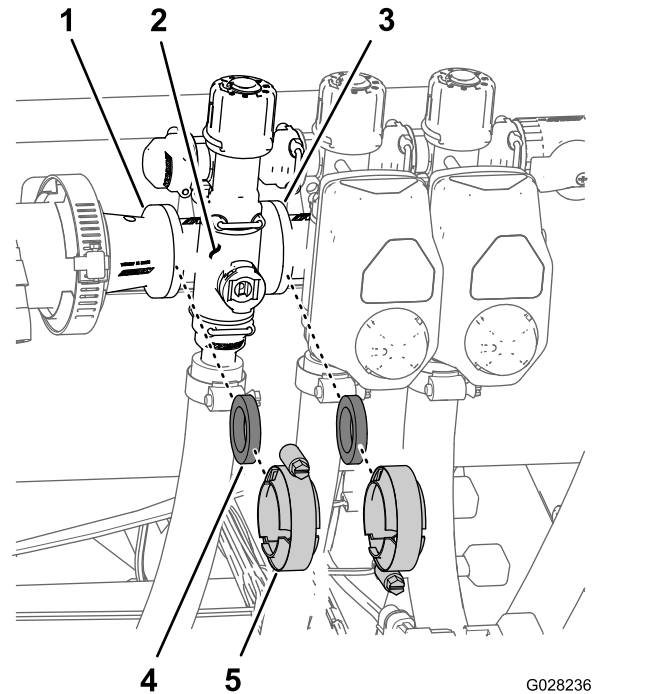

**Figure 87**
1. Retirez les colliers et les joints qui fixent le collecteur de la vanne maîtresse des rampes (Figure 87) à la vanne de dérivation de la vanne maîtresse, la vanne d'agitation et le raccord à bride à 90° (au bout du flexible du débitmètre).